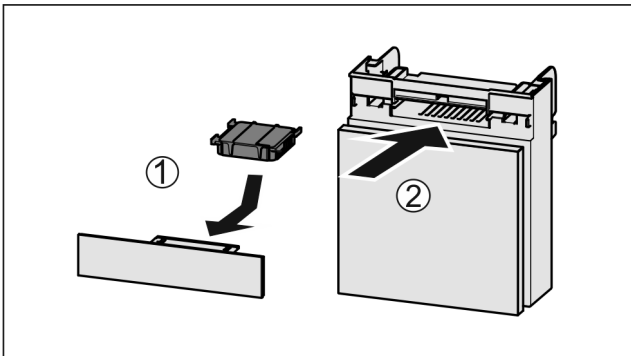

Fig. 148
- ▶ Introduzca el compartimento Fig. 148 (2).